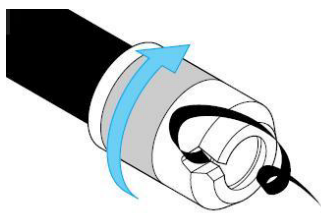

Bild 1
1. Rohr mit Anschrähnhülse von Hawle Nr. 6000 oder mit gleichwertigem Produkt anschrägen (siehe Bild 1)